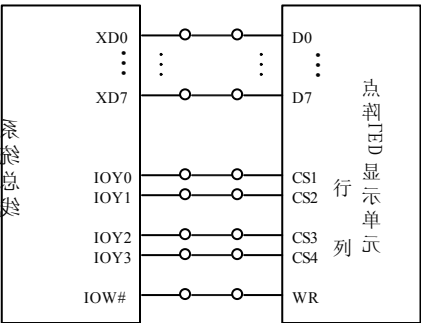

图 2.3 点阵显示实验接线图
点阵实验接线图如图 2.3 所示。
1. 按图 2.3 连接实验电路图。